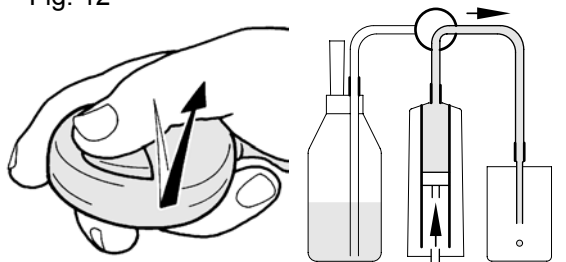

Fig. 13
0.01 ml - Titrieren / Schrittweise Titrieren (☞ Fig. 13)